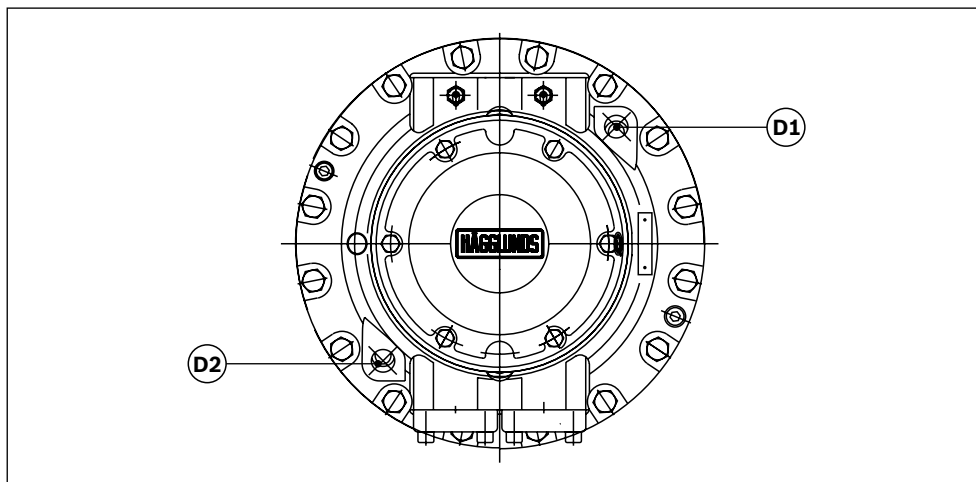

Рис. 4.1
Расположить гидромотор, как показано на рис. 4.1. Залить гидромотор отфильтрованным маслом в последовательности D1, A1, B, C1. См. раздел 2.3 «Фильтрация».
3. Если гидромотор повернуть невозможно, то необходимо заглушить все рабочие каналы, открыть дренажный канал D1 или D2, расположенный на корпусе со стороны подвода трубопроводов (или, если мотор установлен вертикально, — канал для промывки F1 на корпусе со стороны вала) и заполнить гидромотор маслом. См. рис. 4.1 и 4.1a.